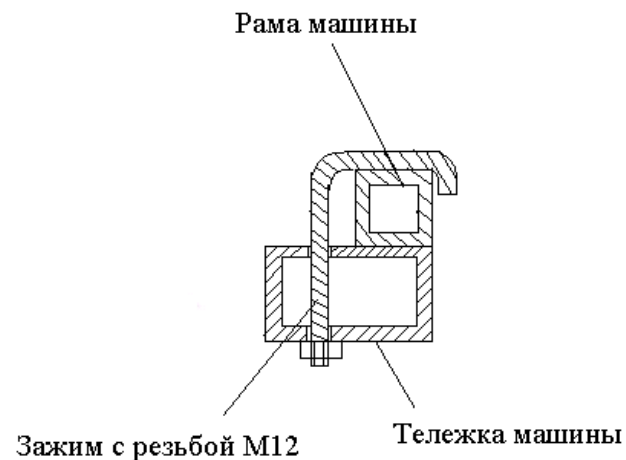

Рис. 13 Крепление рамы машины на раму тележки
- установите ПСМ на тележку 41 и зафиксируйте при помощи зажима М12 (рис.13) в количестве 4 шт.;